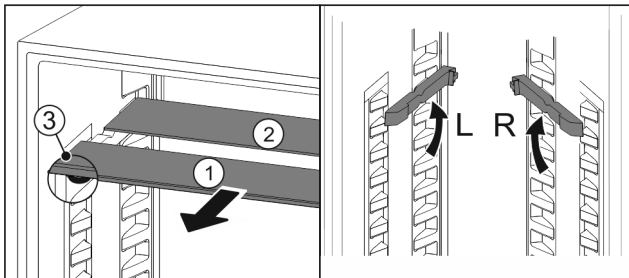

Fig. 189
- ▶ 将玻璃隔板逐个向前拉出 Fig. 189 (1)。
- ▷ 带装饰条的玻璃隔板 Fig. 189 (1) 在前。
- ▷ 阻挡装置 Fig. 189 (3) 指向下方。